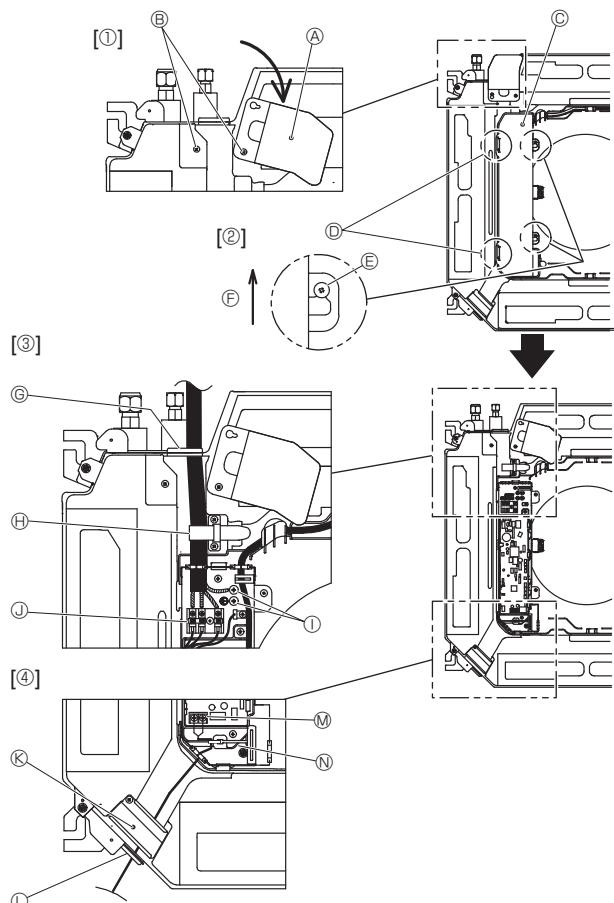

Fig. 6-1
6.1. Jednostka wewnętrzna (Fig. 6-1)
- Odkręć dwie śruby mocujące panel serwisowy okablowania elektrycznego, aby go otworzyć. [Fig. 6-1 ①]
- Odkręć dwie śruby mocujące pokrywę skrzynki elektrycznej, a następnie przesuń pokrywę. [Fig. 6-1 ②]
- Przeprowadzić kabel zasilania, kabel połączony jednostki wewnętrznej/zewnętrznej i przewód uziemienia przez odpowiednie przepusty kablowe pokazane na rysunku. [Fig. 6-1 ③]
- Przeprowadzić i podłączyć kabel pilota zdalnego sterowania przez przepusty kablowe przedstawione na schemacie. [Fig. 6-1 ④, Fig. 6-3]